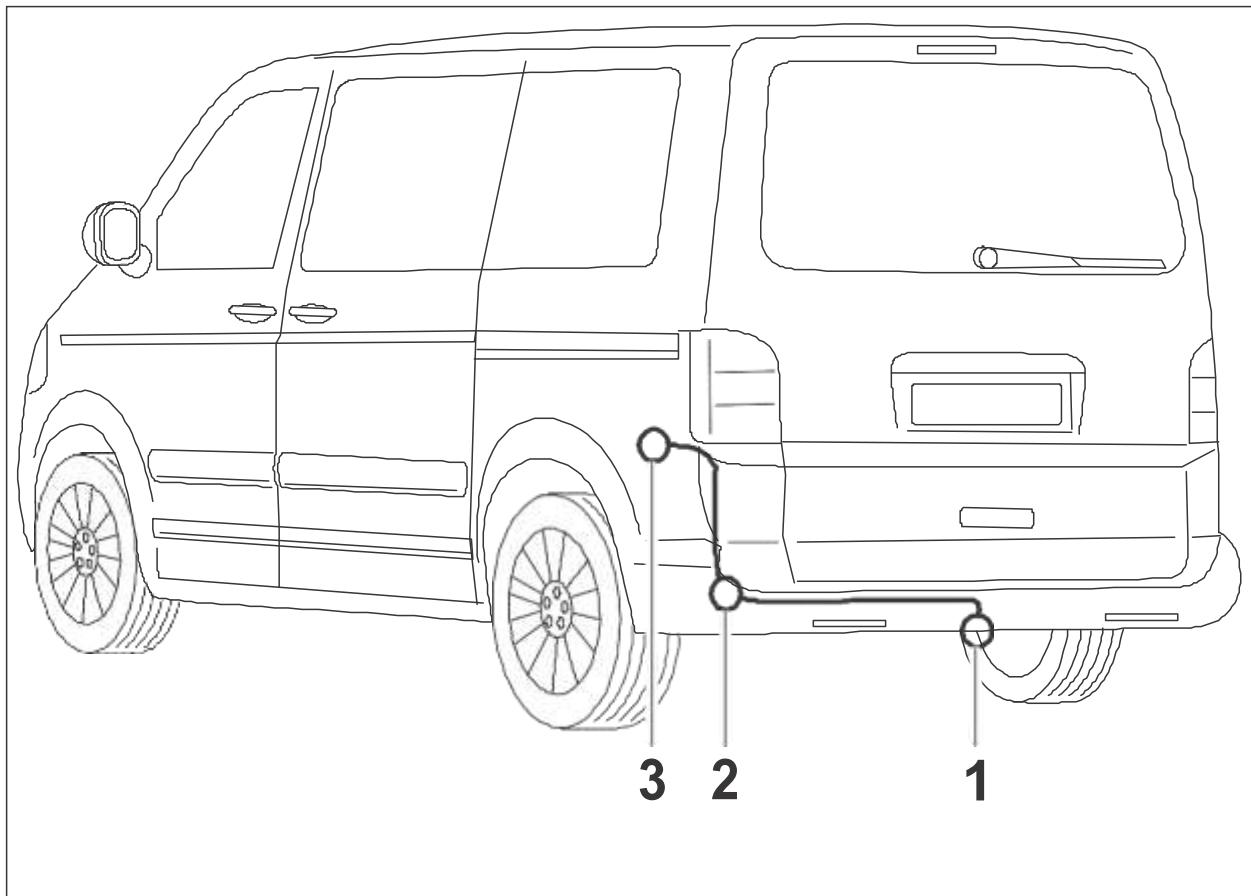

Abb. 1: Einbauübersicht
3. Das Steckdosenende des Leitungssatzes durch die Durchführungsstüle (Abb. 1/2) des Fahrzeugs hinten links nach außen zum Steckdosenhalblech verlegen (Abb. 1/1). Durchführungsstüle mit Butylband aus dem Lieferumfang zusätzlich abdichten.
7. Die Steckdose mit den in der Steckdose vorhandenen Schrauben am Halteblech (Abb. 1/1) festschrauben.
9. Durchführungstüle (Abb. 1/2) des Fahrzeugs auf dem Leitungsstrang montieren, auf dem Leitungsstrang entlangschieben und von Aussen in die Bohrung des Fahrzeugs einsetzen. Durchführungstüle mit Dichtplatte (Butylband) aus dem Lieferumfang zusätzlich abdichten.
10. Die 8- und 12-poligen Stecker auf die entsprechenden Gegenstecker an der Koppelstelle hinten links (Abb. 1/3) stecken und verrasten. Ggf. bereits im Fahrzeug vorhandenen 8-poligen Brückenstecker abziehen (wird nicht mehr benötigt).